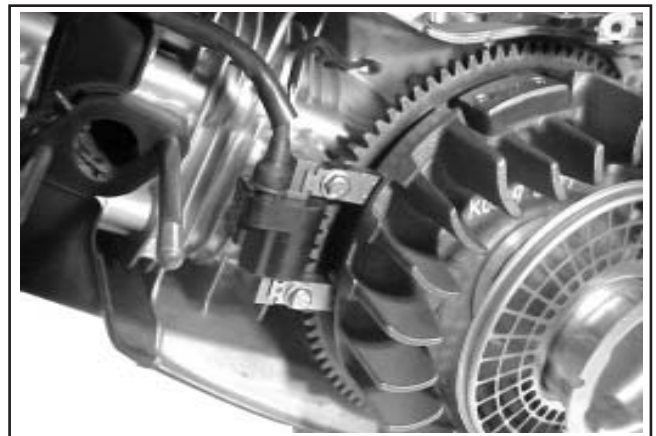

Figure 9-46. Configuration du module/volant à démarrage électrique (certains modèles).
**REMARQUE :** Certains volants à démarrage électrique nécessitent que le module d'allumage soit tout d'abord retiré pour retirer le volant du vilebrequin. Voir la figure 9-46. Effectuer le « **Retrait du module d'allumage** » avant l'étape 1, si applicable.